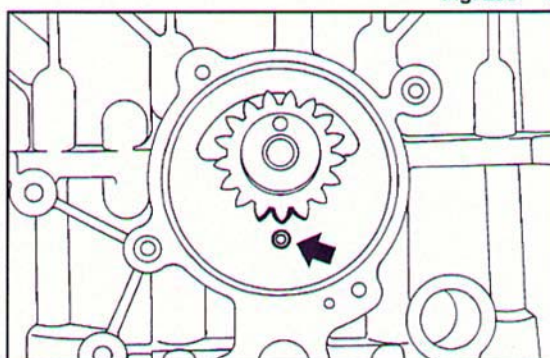

Fig. 253 ▼
- centrare l'ingranaggio conduttore sul coperchio pompa olio in modo che un dente si trovi in corrispondenza al grano di fermo (Fig. 253);
- centre the driving gear on the oil pump cover so that one tooth is facing the stop dowel (Fig. 253);